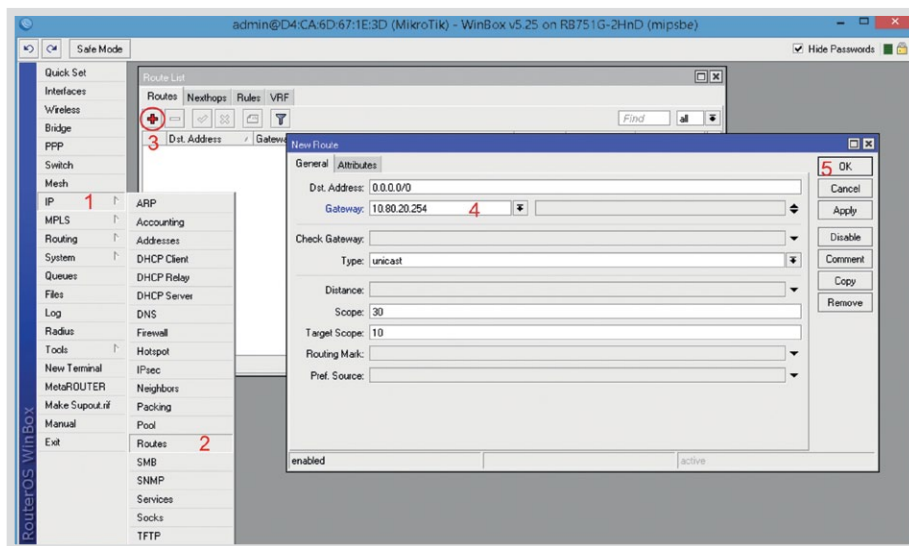

Рис. 10. Адрес Интернет шлюза.
1. Открываем меню **IP** (рис. 10);